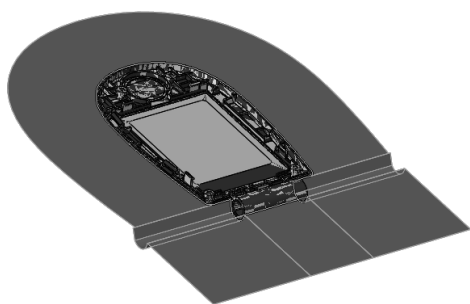

图 10-58 缝合面操作
STEP 8 单击“模具工具”工具栏的“缝合曲面”按钮，选中上面创建的所有延展面，使用系统默认间隙对曲面执行缝合操作，如图 10-58 所示。